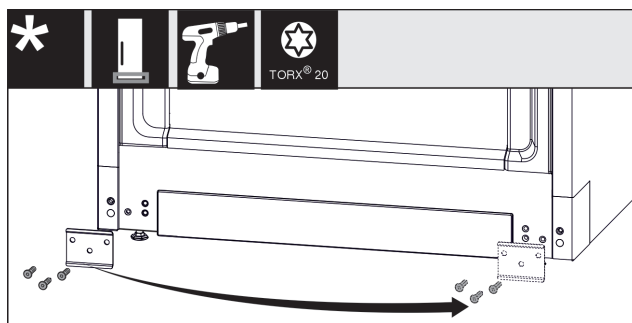

Fig. 30
- Svitare la lamiera Fig. 30 (1), girarla sull'alto lato e riavvitarla.